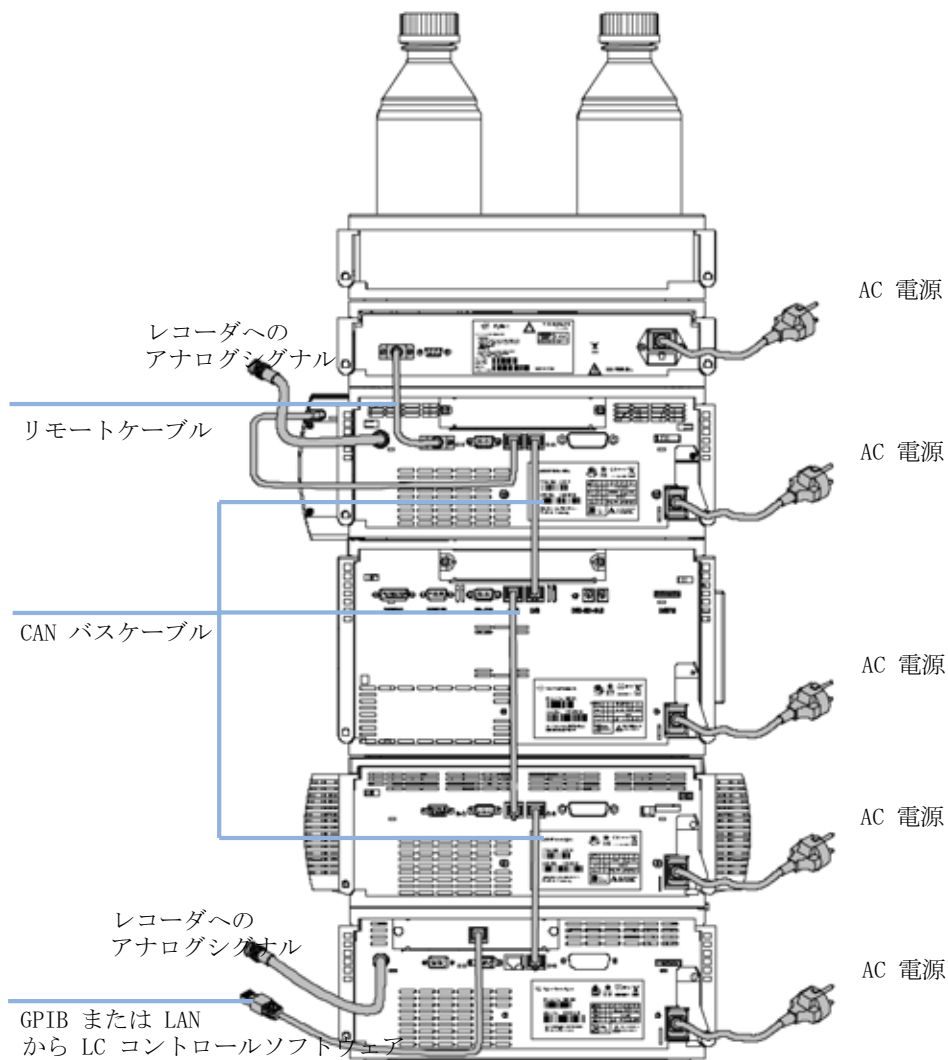

図 6 推奨システム構成 (背面図)
- 4 CAN ケーブルを隣のモジュールの CAN コネクタに接続します (34 ページ 図 6 を参照)。
- 4 APG ケーブルをポンプの APG リモートコネクタに接続します (34ページ 図 6 を参照)。